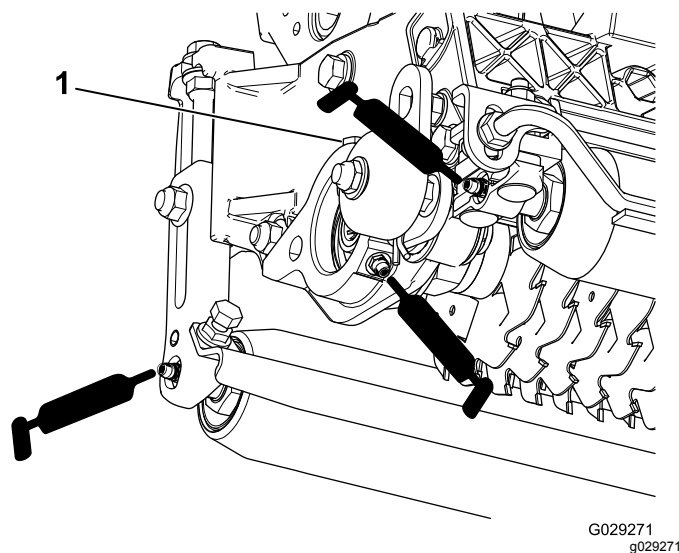

Figura 13
Cada unidade de corte vertical possui 5 bocais de lubrificação (Figura 13) que deverão ser lubrificados semanalmente com massa lubrificante nº 2 para utilizações gerais, à de lítio.
2. Aplique lubrificação até que se veja lubrificante limpo a sair dos vedantes do rolo e da válvula de descarga do rolamento (Figura 13).